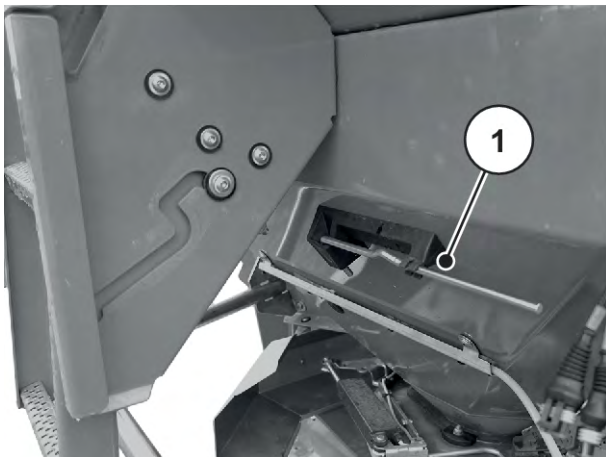

Рис. 27: Розташування регулювального важеля AXIS xx.2
- ▶ Знову вставте важіль регулювання в передбачене для нього кріплення. Див. *Рис. 27 Розташування регулювального важеля AXIS хх.2*